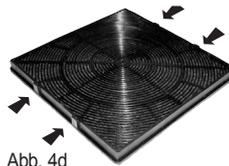

Abb. 4d
5. Beim Einsetzen des neuen Aktivkohlefilters bitte darauf achten, dass die Befestigungsnasen am Filter nach links bzw. nach rechts zeigen (Abb. 4d).